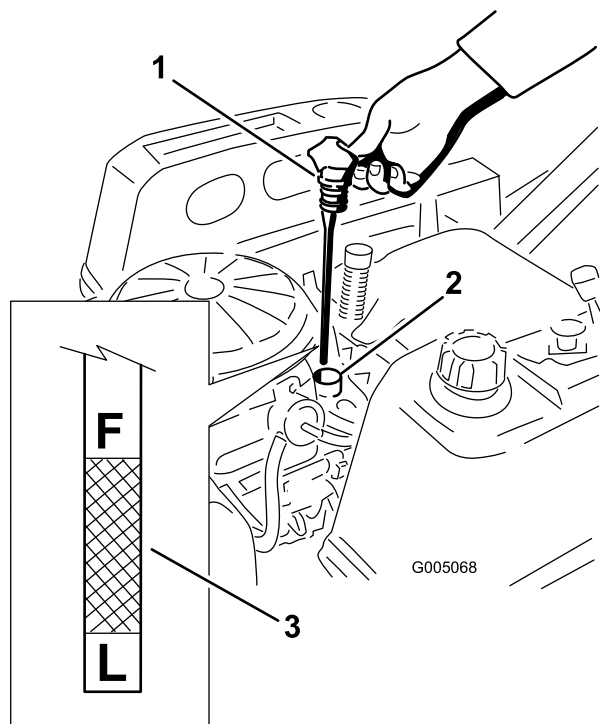
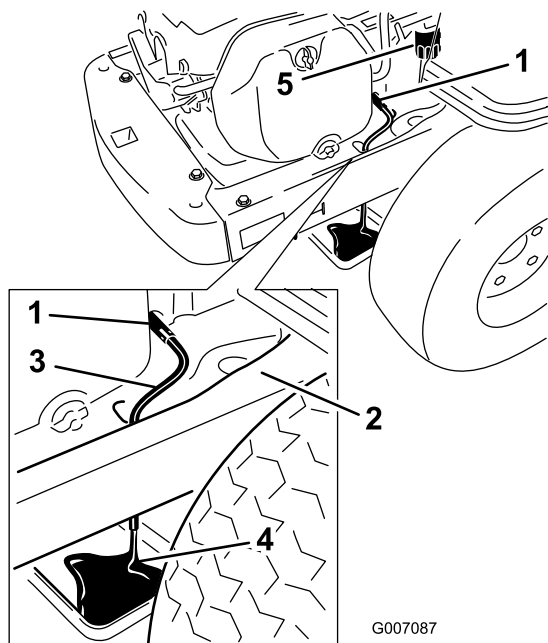

Figura 25
Figura 27
4. Retire el tapón de llenado/varilla de aceite y límpielo. Vuelva a colocar la varilla y empuje firmemente para asentarla en su lugar (Figura 25).
5. Retire la varilla y compruebe el nivel de aceite (Figura 25).
7. Coloque un recipiente debajo de la máquina, directamente debajo del orificio de vaciado del bastidor, según se muestra en Figura 27.
8. Gire la válvula de vaciado 1/4 de vuelta en el sentido contrario a las agujas del reloj para abrirla y dejar que el aceite se drene (Figura 27). Retire el tapón de llenado/varilla (Figura 25).
10. Retire el filtro usado y limpie con un paño la superficie de montaje (Figura 27).
11. Cuando el aceite se haya drenado completamente, cierre la válvula de vaciado de aceite. Retire el tubo de vaciado y limpie cualquier exceso de aceite que hubiera en el bastidor (Figura 27).
15. Vierta lentamente un 80% aproximadamente de la cantidad especificada de aceite por el tubo de llenado (Figura 25).
16. Coloque firmemente el tapón de llenado/varilla (Figura 25).
17. Compruebe el nivel de aceite (Figura 25); consulte Verificación del nivel de aceite.
19. Coloque firmemente el tapón de llenado/varilla (Figura 25).